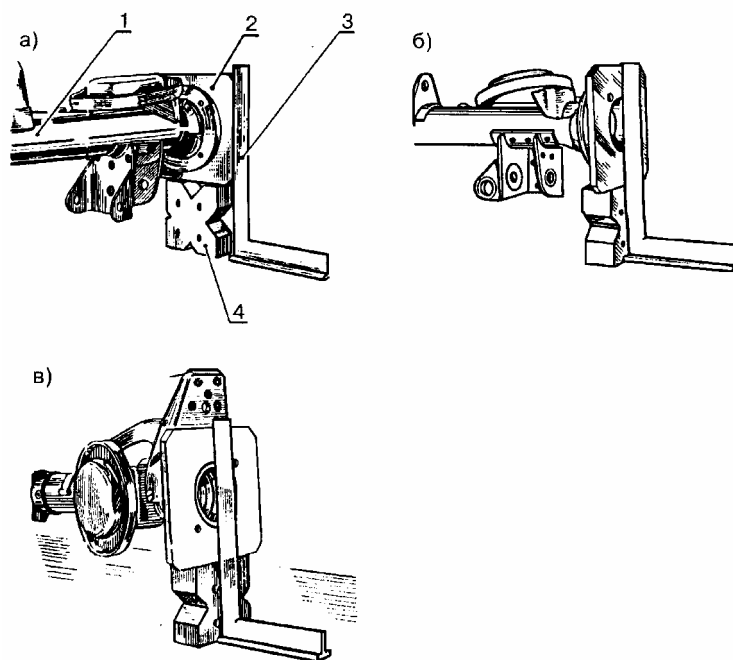

Рис.13 Проверка деформаций балки заднего моста:
5.1 Установить на торцах балки 1, рис.13, фланцы 2 для контроля геометрии балки (головка сменная 19 и вороток, фланцы А.70172 – 2 шт.).
5.3 Произвести проверку балки на скручивание (рис.13а). Установить один из фланцев на призме так, чтобы поверхность фланца плотно прилегала к поверхности призмы. Установить угольник 3 и по боковой поверхности противоположного фланца 2 определить максимальную величину зазора. При величине зазора более 2,0 мм балка выбраковывается (угольник поперечный 400×200 мм, набор щупов).
5.4 Произвести проверку деформаций балки в вертикальной (рис.13б) и горизонтальной (рис.13в) плоскостях. Допустимый зазор на длине фланца не более 0,2 мм. Величины зазоров отметить с двух концов балки. При величине деформации более 3,5 мм балка выбраковывается (инструмент по п.5.3).